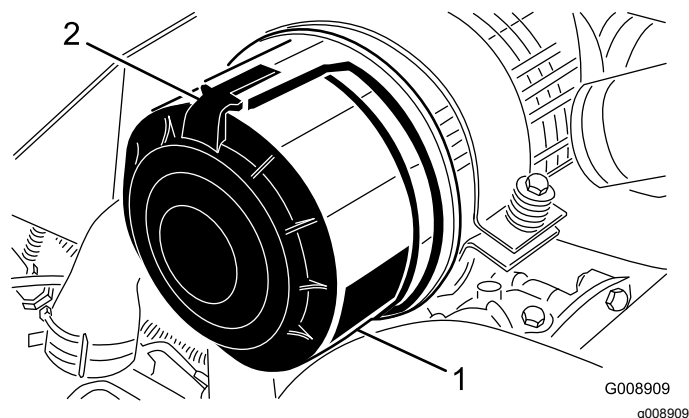

Figura 51
1. Liberte os trincos que fixam a cobertura do filtro de ar ao respectivo corpo (Figura 51).